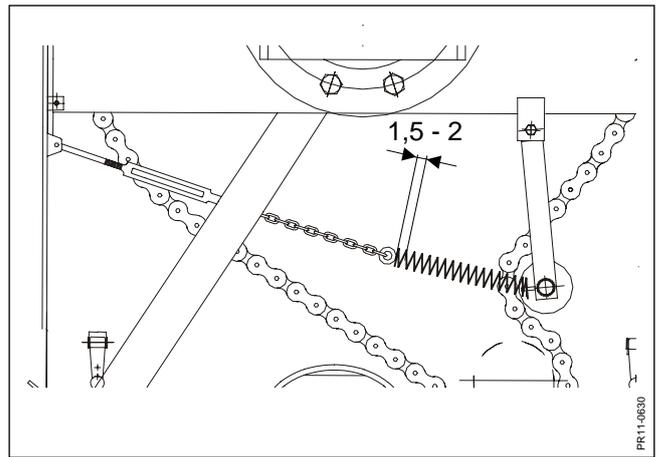

Fig. 9.4
- Fig. 9.4 Tensión de la cadena de 1 ¾":** Tense el cargador hasta que haya una distancia de aprox. 1,5 – 2 mm entre las vueltas del resorte de tensión. Acuérdesse de apretar luego las dos tuercas retenedoras.